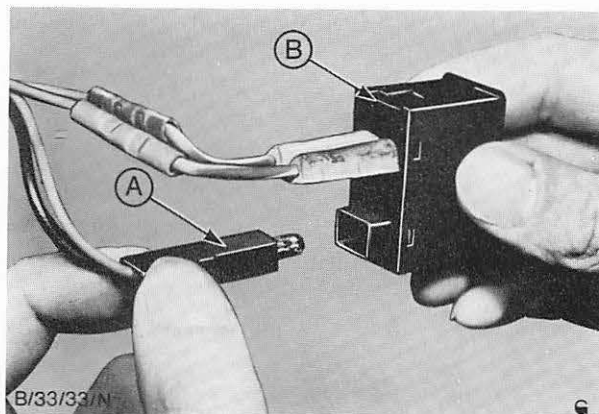

Abb. 55 A = Lampenfassung – Warnleuchte
6. Lampenfassung in den Schalter eindrücken und Kabel an der Rückseite des Schalters anschließen, Abb. 55.